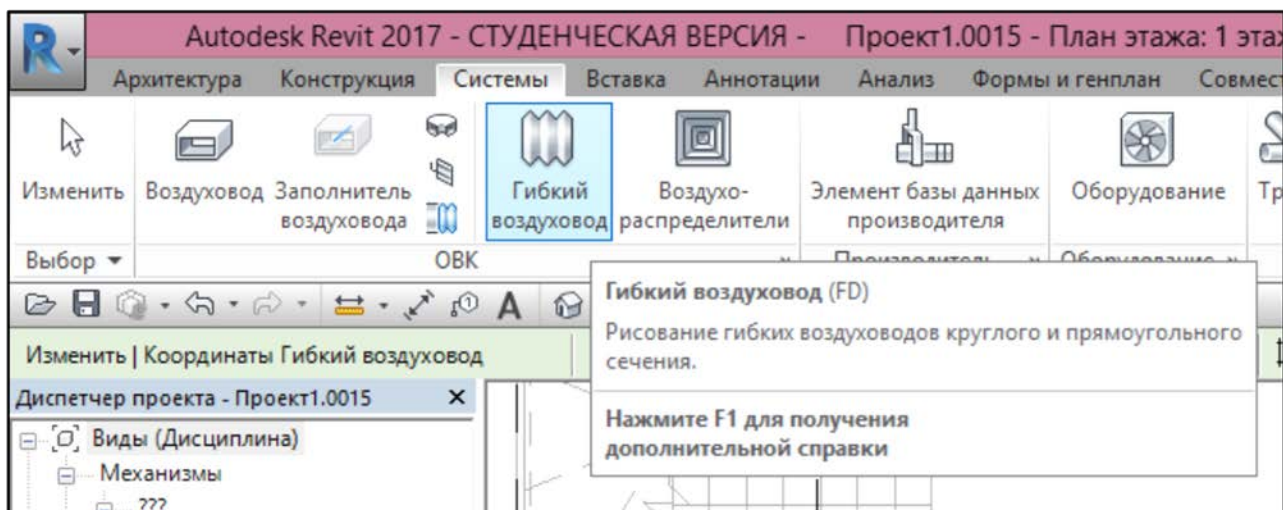

Рисунок 5.12. Вкладка «Гибкий воздуховод»
- 6.1. Во вкладке Системы нажать «Гибкий воздуховод» (рисунок 5.12).